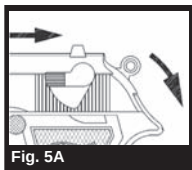

Fig. 5A
- Armez le pistolet en tirant la glissière complètement vers l'arrière et en la relâchant pour qu'elle glisse vers l'avant ou en armant le chien (**Fig. 5A et 5B**).